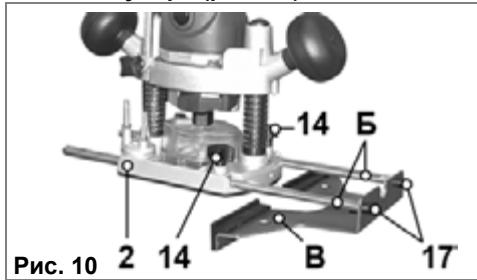

Рис. 10
7.6. Установка и регулировка параллельного упора (рис. 10).